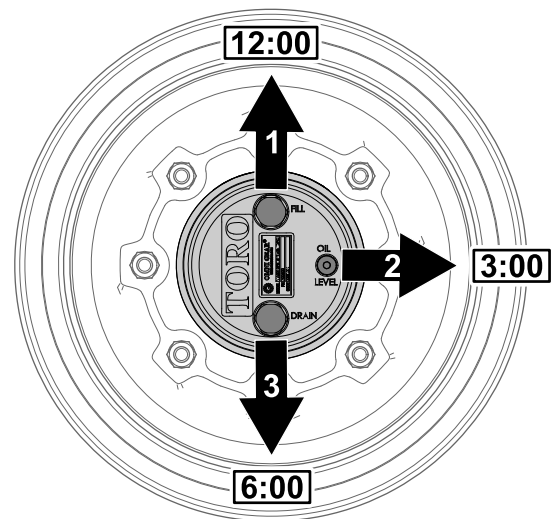

Figura 60
1. Aparque la máquina en una superficie nivelada y coloque la rueda con el tapón de llenado en la posición de las 12, el tapón de verificación en la posición de las 3 y el tapón de vaciado en la posición de las 6 (Figura 60).
2. Retire el tapón de verificación de la posición de las 3 (Figura 60).
1. Aparque la máquina en una superficie nivelada y coloque la rueda con el tapón de llenado en la posición de las 12, el tapón de verificación en la posición de las 3 y el tapón de vaciado en la posición de las 6; consulte la Figura 60 en Comprobación del lubricante de la caja de engranajes planetarios \(página 59\).